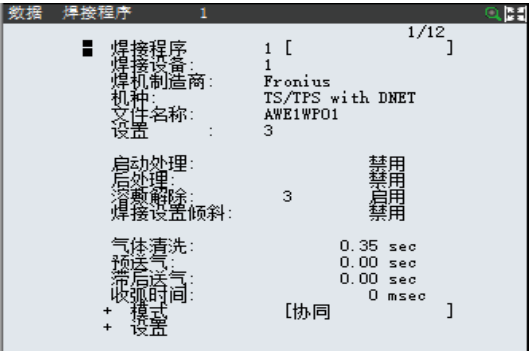

图 3-13 焊接程序参数设置
2) 将光标移至“焊接程序”前的“+”上，按下 ENTER，可更改焊接程序参数，用户可根据实际的需求进行参数的变更，如图 3-13 所示：